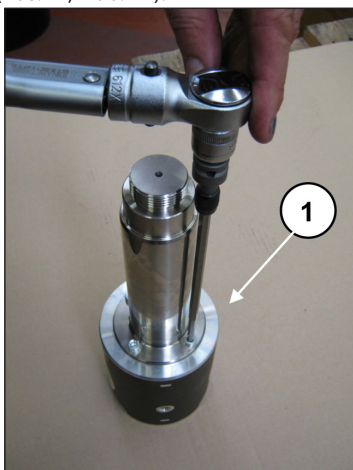

Abb. 41
Drehen Sie zum Trennen der Stange von der Kolbenführung die Zylinderkopfschrauben M6 mit dem entsprechenden Schlüssel ab (Pos. ①, Abb. 41).